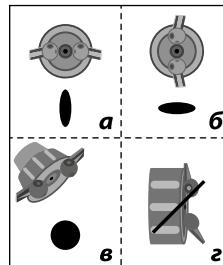

Рис. 3
ВНИМАНИЕ! Во избежание повреждения изделия и плохого качества работы всегда устанавливайте оба сопла (4) в одинаковое положение (Рис. 3).